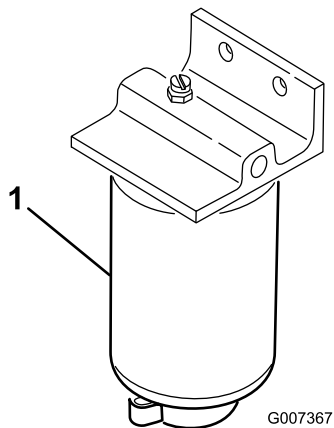

Bild 31
1. Stellen Sie einen sauberen Behälter unter den Kraftstofffilter (**Bild 31**).